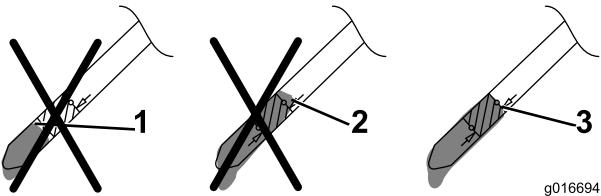

Рисунок 34
12. Определите уровень масла по отметкам на щупе (Рисунок 34).
- Если уровень масла слишком низкий, **медленно** залейте небольшое количество масла в маслозаливную горловину, подождите 3 минуты и повторите действия, указанные в пунктах **10 – 12**, чтобы масло достигло требуемого уровня, как показано на Рисунок 34.